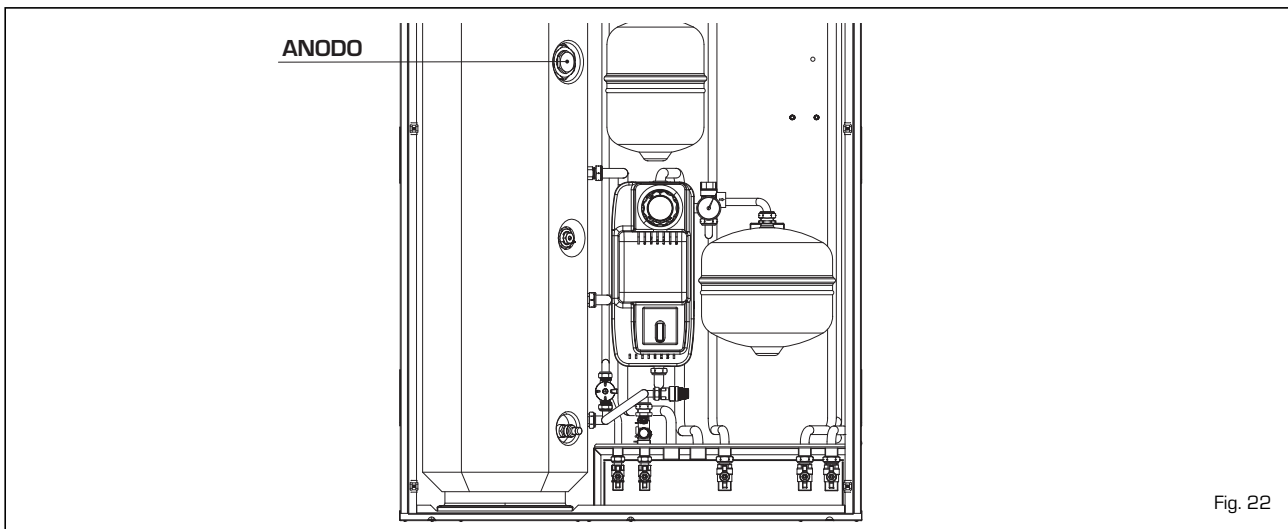

Fig. 22
4.5.2 Manutenzione bollitore solare (fig. 22)
grafico di fig. 22/a riporta l'andamento delle curve.